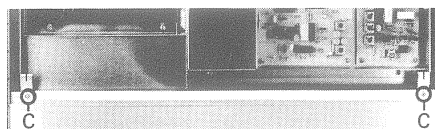

Fig. 2.3
2.4 Démontage de la face avant (fig. 2.3 et 2.4)
- Dévissez les deux vis (C) situées sur le dessus de l'appareil (attention à ne pas perdre les ressorts et rondelles des vis).
- Dévissez les deux vis (D) situées sur le dessous de l'appareil (attention à ne pas perdre les rondelles des vis).